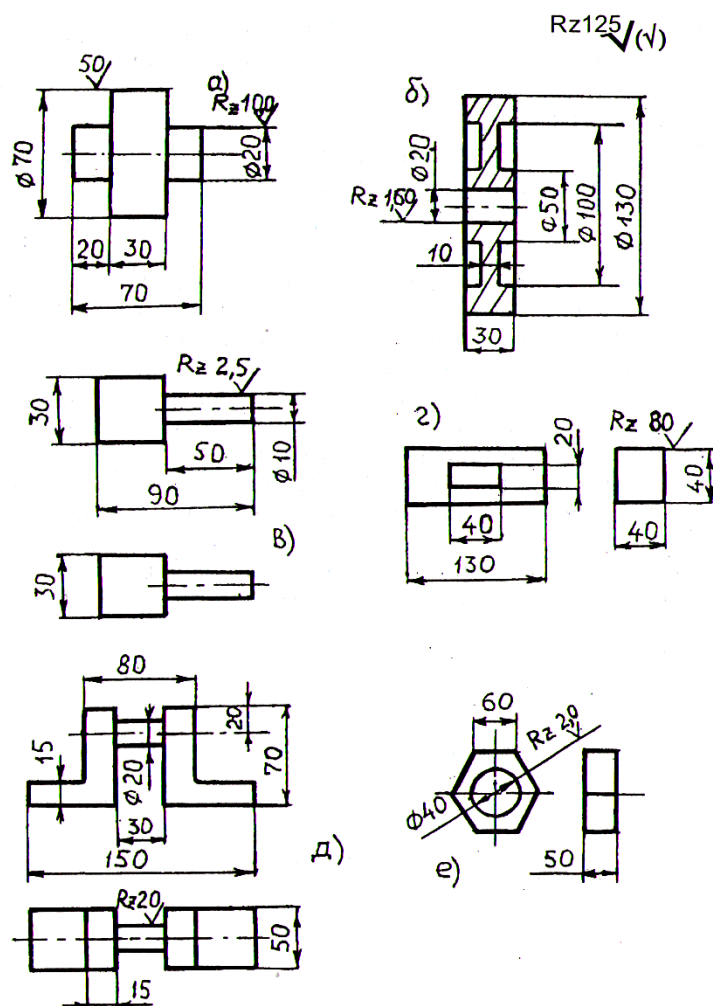

Рисунок 26 - Чертежи деталей для расчета технологического процесса
1. Руководствуясь исходным заданием (таблица 22, рисунок 26), выбрать штамповочное оборудование для изготовления поковки.